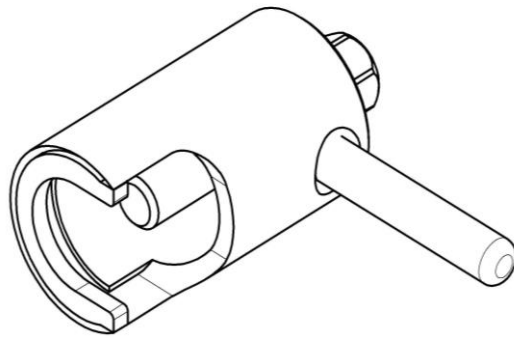

Рис. 7 Съемник крыльчатки.
- снять крыльчатку при помощи специального съемника (см. рис. 7);